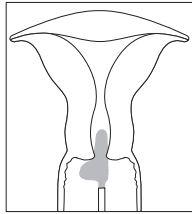

Fig. 1
3. Ved å holde FLOQSwabs® i skaftet, før vattpinnetuppen (den lange delen av L-en) inn i livmorhalskanalen, og etterlat den bredere delen av vattpinnen (den korte delen av L-en). Se Fig. 1